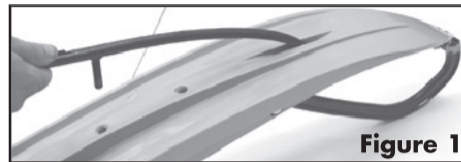
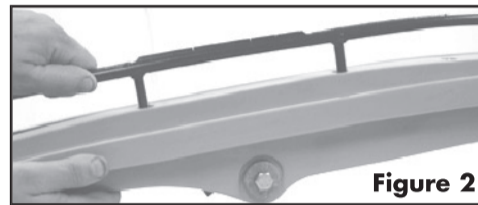

Figure 1
Figure 2
1. Insérez l'extrémité avant de la lisse dans l'ouverture ou le découpage prévu à cette fin. (figure 1) Placez l'extrémité arrière de la lisse de manière à ce que les boulons de la lisse soient alignés sur les trous des skis. Insérez alors les boulons dans les trous. Exercez de la pression si nécessaire. (figure 2)